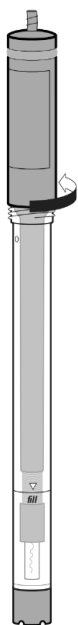

Figura 6
- Sujete el electrodo verticalmente y desenrosque la tapa del electrodo del cuerpo del electrodo. Vea la Figura 6.